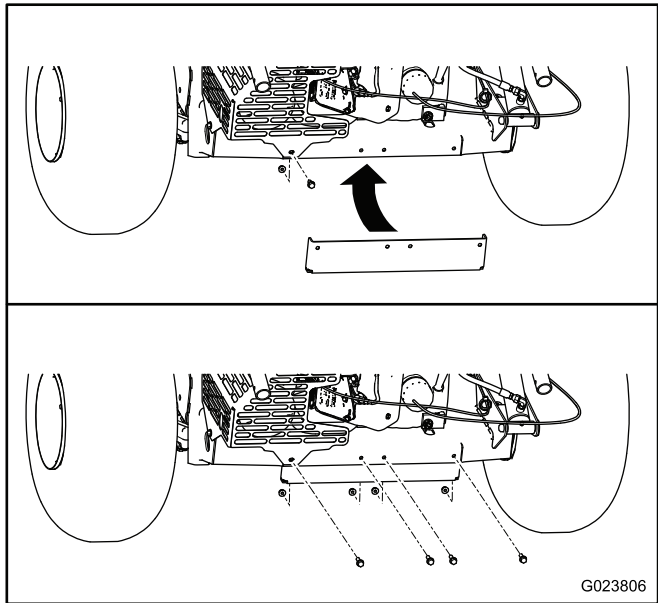

Рисунок 16
1. Отверните гайку и болт, которые крепят кожух глушителя к задней части машины (Рисунок 16).
3. Прикрепите кронштейн рамы с помощью 4 болтов (5/16 x 1 дюйм) и 4 фланцевых гаек (5/16 дюйма); см. Рисунок 16.